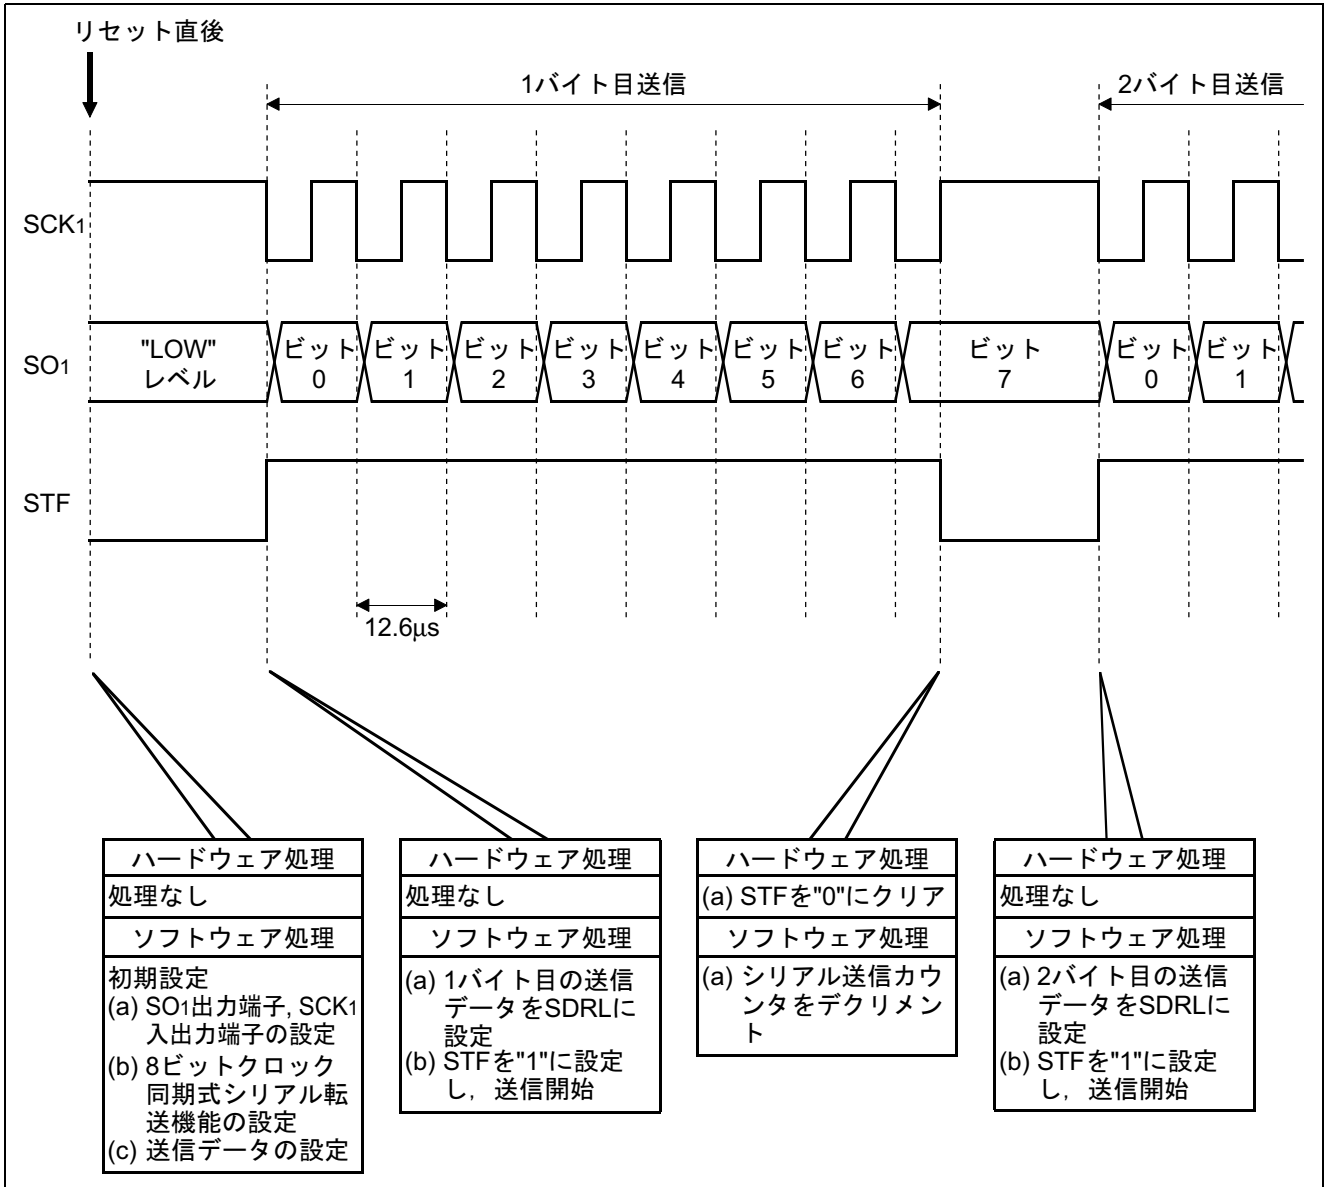

図3 クロック同期式シリアル送信の動作原理
(1) 図3に動作原理を示します。図3に示すようなハードウェア処理, およびソフトウェア処理によりクロック同期式シリアルデータ送信を行います。